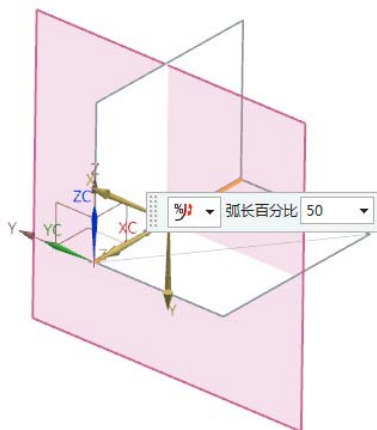

图 4-92 选择折弯边线
(3) 选择如图 4-92 所示的折弯边线，输入“弧长百分比”为 50。